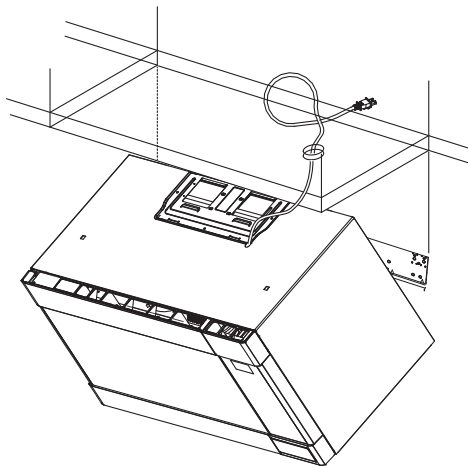

Figure 23
- Acheminez le cordon d'alimentation à travers l'orifice dans la base de l'armoire supérieure. Basculez l'appareil vers le haut pour qu'il rejoigne le dessus de la plaque de montage et tenez-le fermement. Voir la figure 23.
④